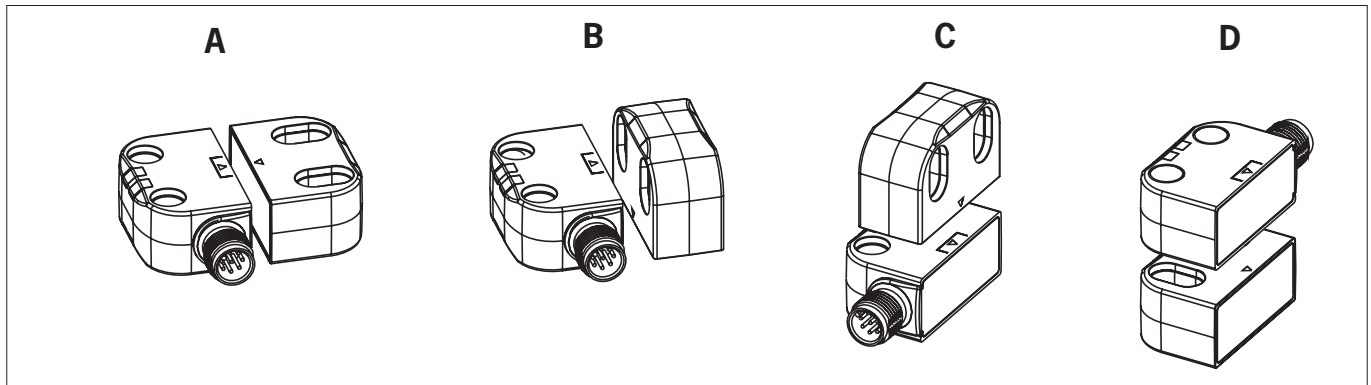
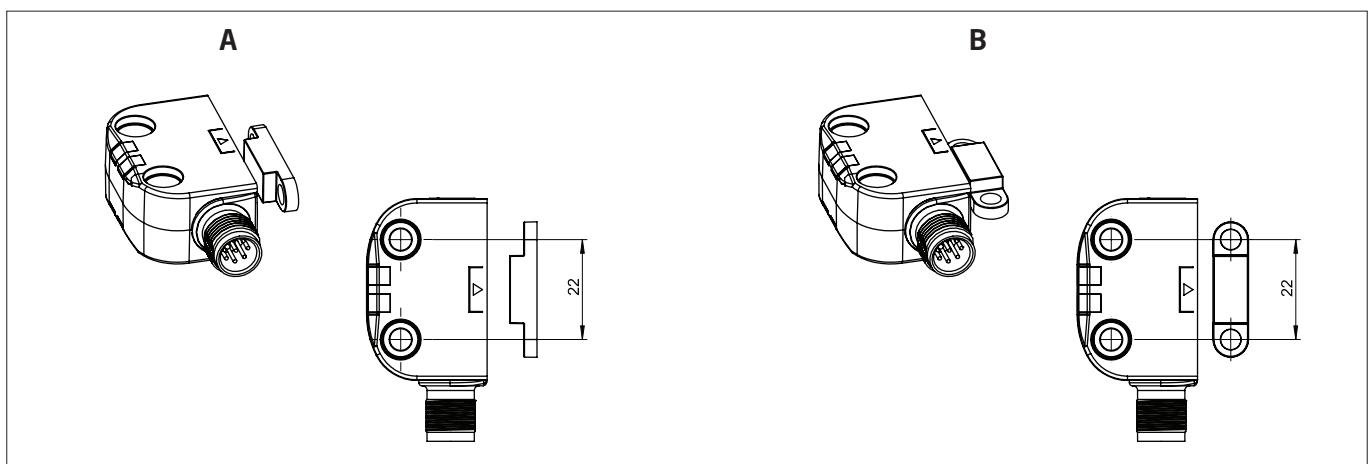

Bild 1: Zulässige Einbaupositionen für Betätiger CES-A-BTN-C07-... und A-FLX-C07-04-...: Pfeilrichtung auf dem Gerät beachten.
Bild 2: Zulässige Einbaupositionen für Betätiger A-C11-01-... und A-FLX-C11-05-...
- › Zulässige Einbaupositionen beachten (siehe Bild 1 und Bild 2).